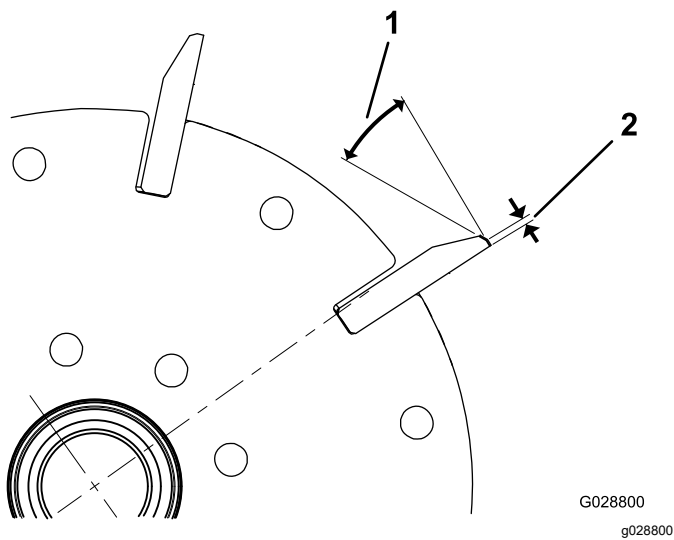
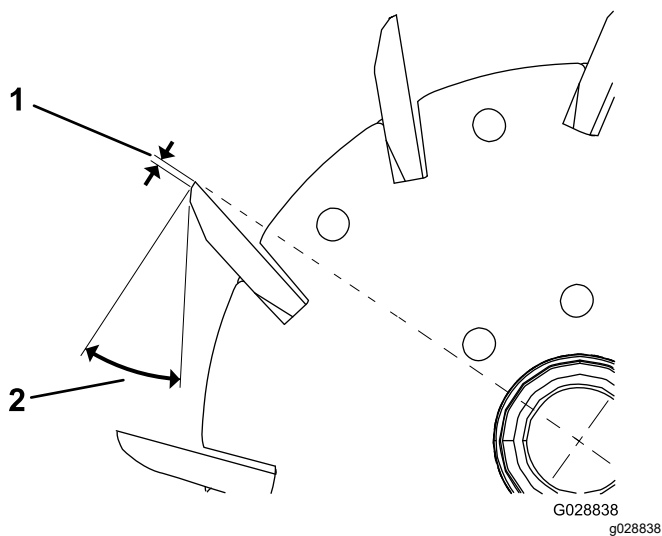

图 34
图 35
1. 对所有滚刀棱面进行 30° 铲磨直至棱面宽度达到 1.3mm 图 34 和 图 35。